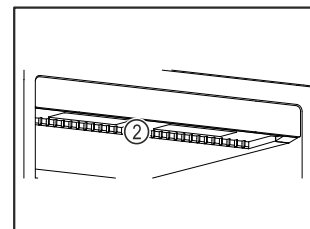

Fig. 11
- ❑ Ne pas obstruer les fentes d'aération Fig. 11 (2) du ventilateur de circulation d'air à l'intérieur de l'appareil.